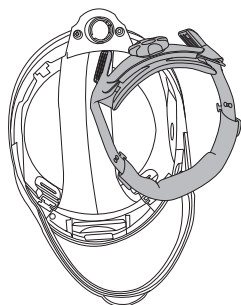

fig.3a
Étape 1: Retirez le harnais complet (Ver fig.3a).